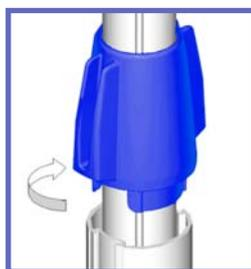

Fig. 32
7) Desserrer le poteau en faisant tourner la poignée comme illustré à la Fig. 32 :